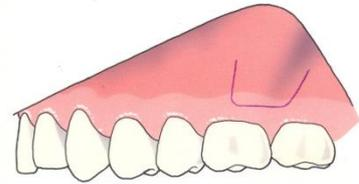

Abb. 1
Es wird eine U-förmige Inzision in der Maxilla ausgeführt. Eine vertikale Inzision wird  $\pm 1$  cm mesial von und parallel zum intrazygomatischen Kamm gesetzt, eine horizontale Inzision 2 mm unterhalb der mukogingivalen Grenze und eine vertikale Inzision nach oben (3)  $\pm 1$  cm zum intrazygomatischen Kamm (Abb. 1)
In der Mandibula wird eine horizontale Inzision in der befestigten Gingiva mit nach unten verlaufenden Erweiterungen in die mesiale und distale Mukosa durchgeführt (Abb. 1)